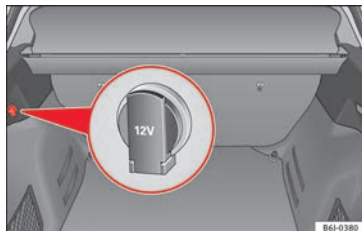

Fig. 155 Detalle del revestimiento lateral del maletero: toma de corriente de 12 voltios.
- Eleve la tapa de la toma de corriente » fig. 155.